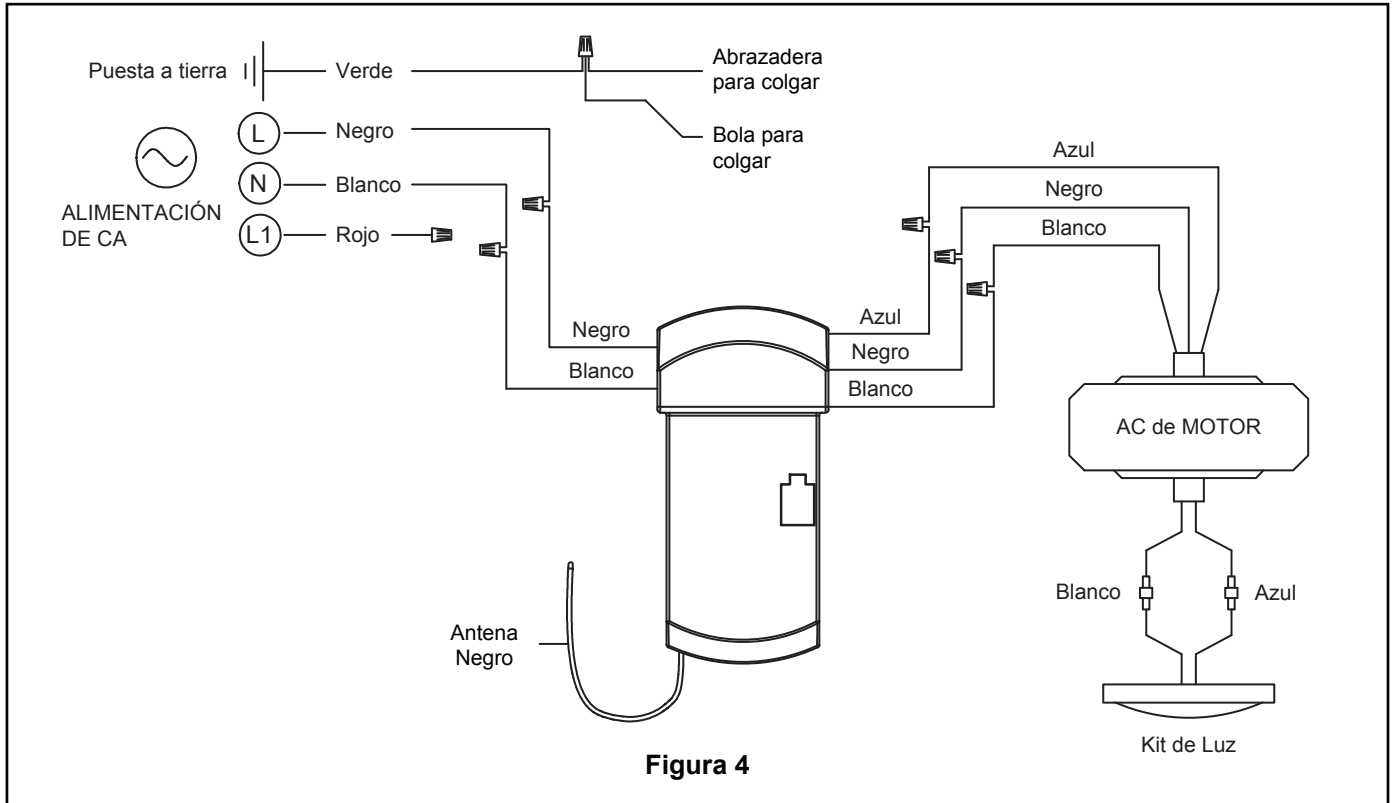

Figura 4
3. Conecte los conductores verdes de la abrazadera para colgar, bola para colgar y conductor verde del suministro (puesta a tierra) con el conector de cables. Conecte el conductor negro de la unidad receptora marcado "AC IN L" al conductor negro de alimentación con el conector de cables. Conecte el conductor blanco de la unidad receptora marcado "AC IN N" al conductor blanco de alimentación con el conector de cables. Conecte el conductor blanco de la unidad receptora marcado "TO MOTOR N" al conductor blanco del ventilador con el conector de cables incluido con la unidad receptora. Conecte el conductor negro de la unidad receptora marcado "TO MOTOR L" al conductor negro del ventilador con el conector de cables que se adjunta con la unidad receptora. Finalmente, conecte el conductor azul de la unidad receptora al conductor azul de la iluminación del ventilador con el conector de cables que se adjunta con la unidad receptora. (Figura 4)